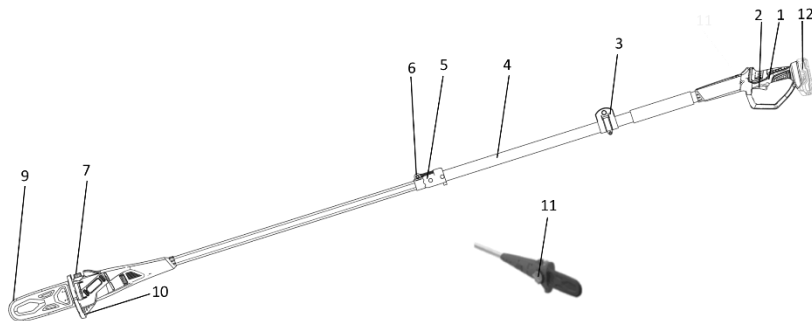

Рисунок 1
- У процесі роботи виробом щільно притисніть упор висоторіза (10) (див. Рисунок 1) до гілки, яку плануєте спиляти. При цьому не відбувається деренчання гілки під час її спилування